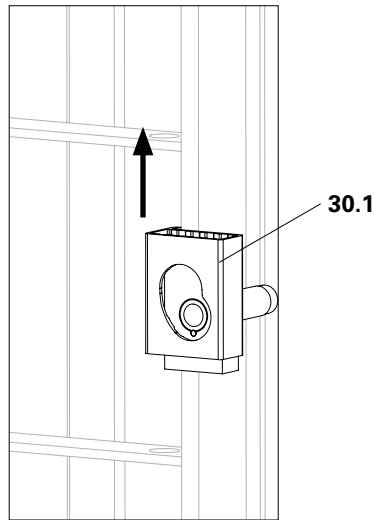

Fig. A6.06
(Fig. A6.06)
2. Inserire il più possibile nel foro il dado di ancoraggio UNO Plus (30.1). (Fig. A6.06)